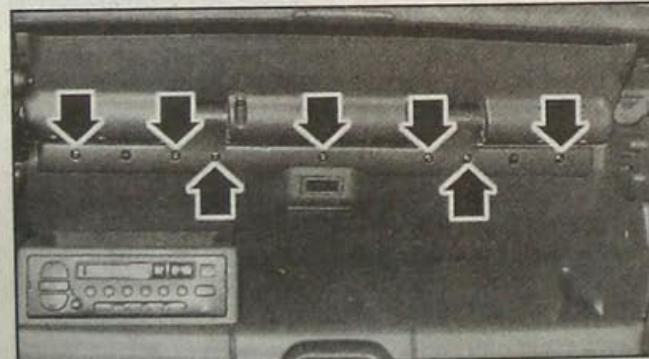

Рис. 13.47. Расположение винтов крепления крышки вещевого ящика
- Выверните винты крепления крышки вещевого ящика (рис. 13.47).